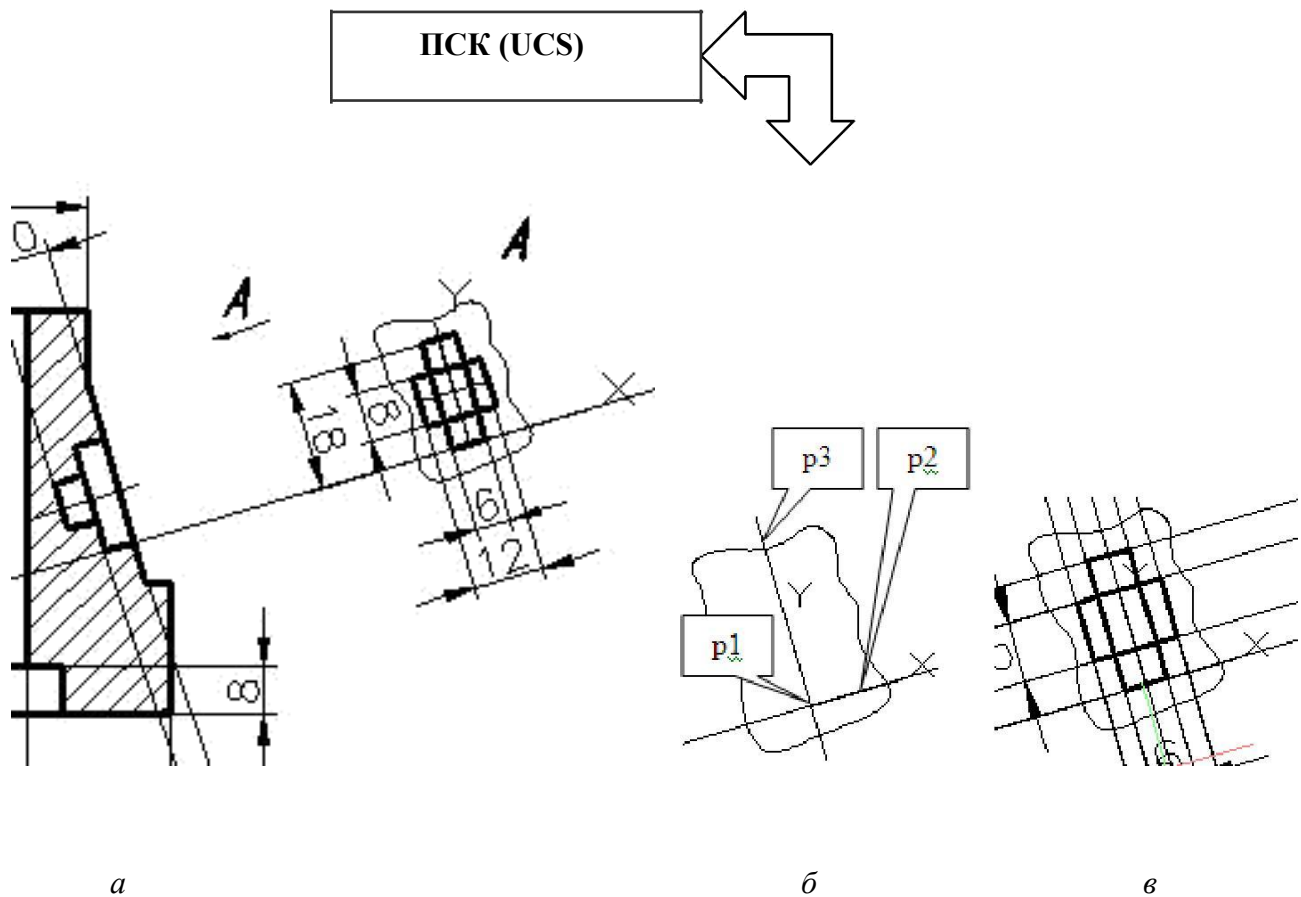
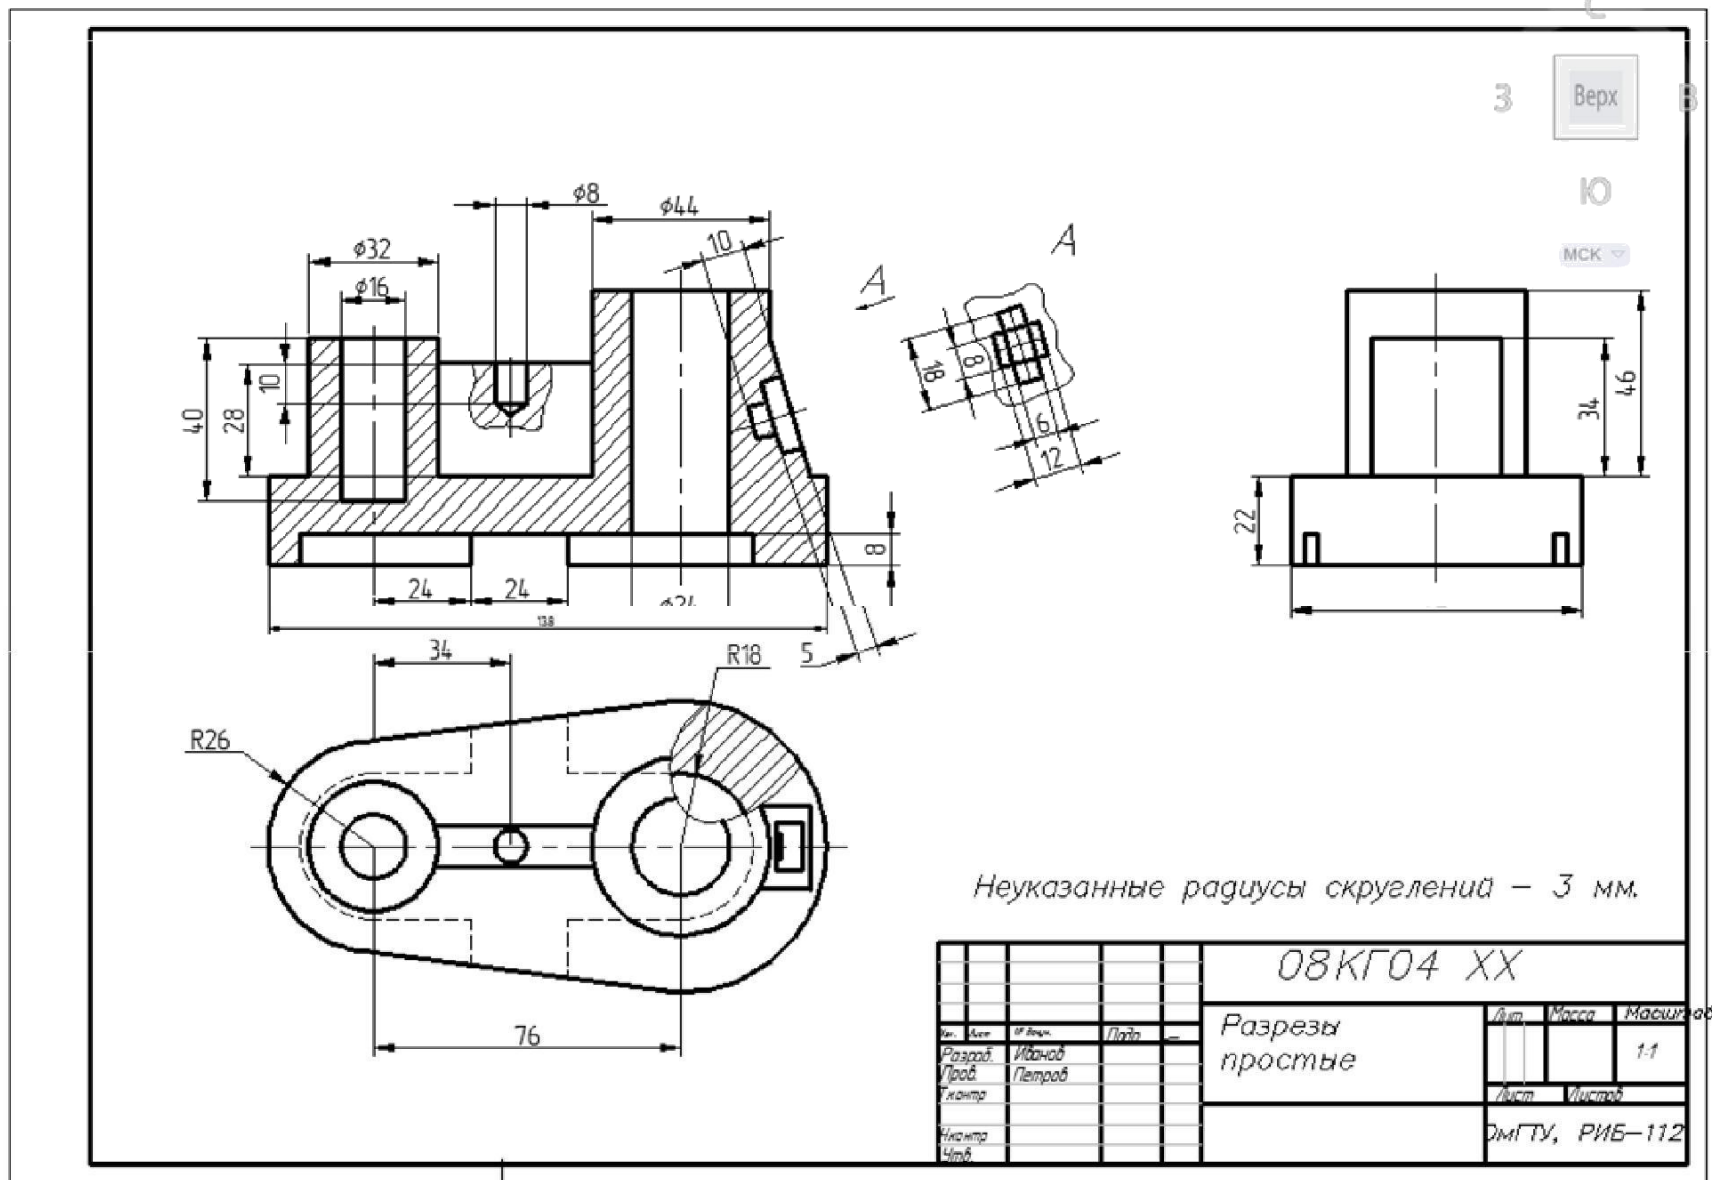

Рис. 4.3. Положение ПСК (UCS):
Рис. 4.9. Пример выполнения практического задания № 4 «Разрезы простые»
**ПСК** – это система координат, имеющая свое начало и свою ориентацию, что делает её более эффективной при получении некоторых изображений. **ПСК** могут быть использованы также при создании 3D-моделей. Получение изображения дополнительного вида задания «Разрезы простые» (см. рис. 4.3, *a*, рис. 4.9) упрощается благодаря использованию **ПСК**. В данной пользовательской системе координат вспомогательные прямые линии имеют необходимую и удобную в использовании ориентацию. Поворот **ПСК** упрощает указание координат и расстояний при определении места положения точек и других объектов на повернутых видах. Узловые точки и базовые направления, определяемые режимами привязки **SNAP**, сетки **GRID** и ортогонального режима **ORTHO** поворачиваются вместе с **ПСК**. При создании новой **ПСК** формируется соответствующая пиктограмма осей координат, по которой можно судить о положении об ориентации текущей **ПСК** относительно мировой системы координат, а также относительно объектов, содержащихся на чертеже (см. рис. 4.3). При этом можно использовать опцию **Отступ (Offset)** команды **Прямая (Construction Line)**. Пиктограмма **ПСК** всегда изображается в плоскости  $xy$  текущей **ПСК** и указывает положительное направление осей  $x$  и  $y$ . Сама пиктограмма может располагаться как в начале пользовательской системы координат, так и в другом месте. Эту позицию регулирует команда управления пиктограммой системы координат **UGSICON**.
Для создания пользовательской системы координат (рис. 4.3, б) необходимо использовать одну из команд панели ПСК (рис. 4.4). Например, команда **3 точки (3 Point)** позволяет задать ПСК с помощью трех точек. Эта команда может быть введена кнопкой  инструментальной панели ПСК (UCS) (рис. 4.3, б) или с помощью элементов главного меню **Сервис (Tools) → Новая ПСК (New UCS) → 3 точки (3 Point)**.
Задать точку p1 (рис. 4.3, б).
Задать точку p2 (рис. 4.3, б).
Задать точку p3 (рис. 4.3, б). После этого пиктограмма осей координат смещается в новое положение.
12. Изобразить текст «**Неуказанные радиусы скруглений – 3 мм**». Пример выполнения практического задания № 4 представлен на рис. 4.9.